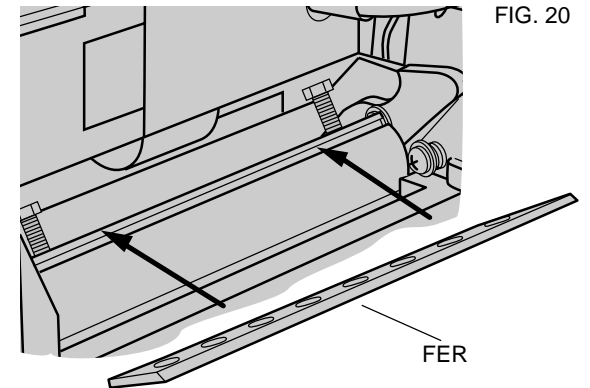

FIG. 20
- 2) Placer avec précaution le nouveau fer sur le porte-outil (fig. 20).